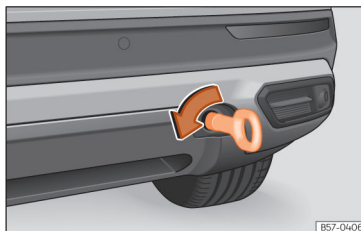

Abb. 48 Auf der rechten Seite des hinteren Stoßfängers: eingeschraubte Abschleppöse.
- Drehen Sie die Abschleppöse **entgegen dem Uhrzeigersinn** in die Aufnahme bis zum Anschlag » **Abb. 48** » **ⓘ**. Verwenden Sie ein geeignetes Hilfsmittel, um die Abschleppöse festzuziehen.